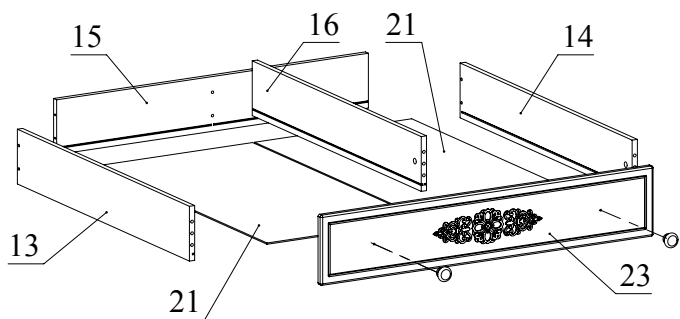

Рис.9
11. Соберите ящик. Соедините детали 13, 14, 16 с деталью 15 с помощью конфирматов. Затем вставьте детали 21 в пазы деталей 13, 14, 15, 16. Соедините деталь 23 с деталями 13, 14, 16 и затяните головки минификсов. С помощью шурупов 4x40 закрепите ручки (Рис. 9).